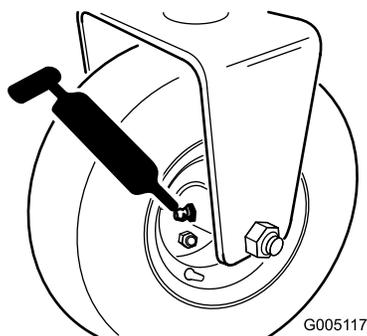

図 35
- ・ 後ローラハブ・アセンブリ (3輪駆動キットを搭載している場合には、後ローラクラッチと外部ボールベアリング；1 か所 (図 35))